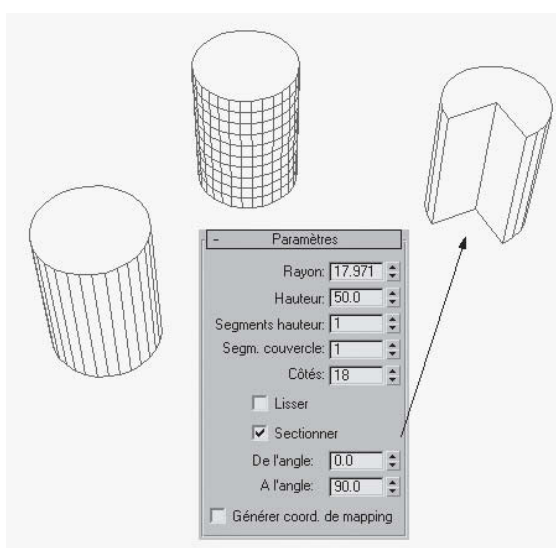

Fig.2.21
- ▶ D'autres paramètres en fonction des objets, comme par exemple **Sectionner** (fig.2.21).